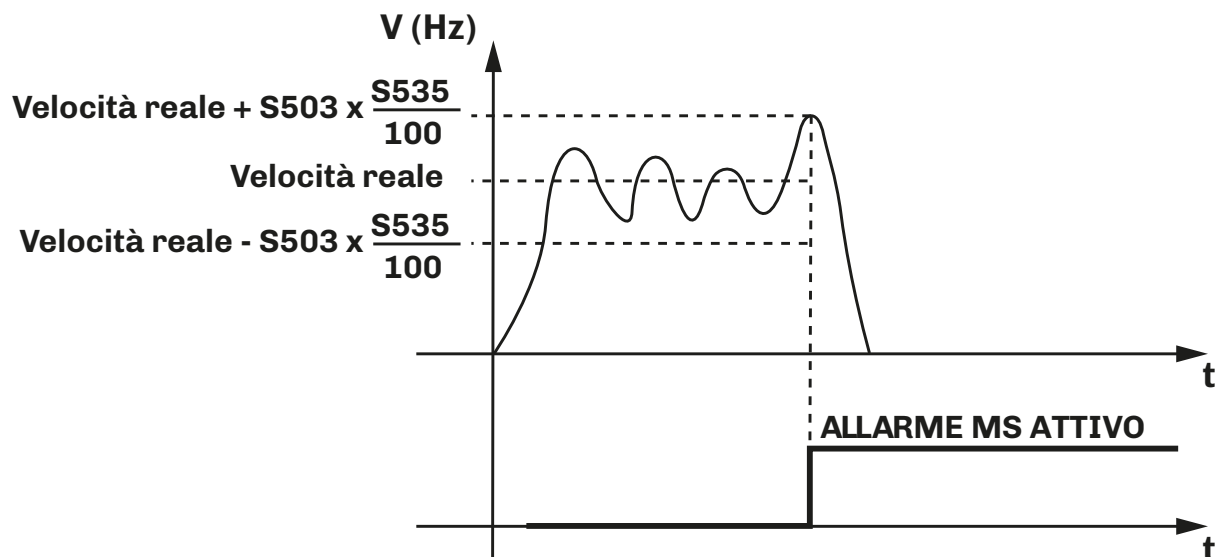

Fig. 20. Sensibilità allarme mancanza fase motore
**NOTA:** I dati di targa riportati nella Fig. 20 sono esclusivamente a scopo illustrativo. Nessuno dei dati riportati nella precedente figura deve essere utilizzato per effettuare la configurazione manuale dell'inverter. Utilizzare esclusivamente i dati di targa relativi al motore/compressore da pilotare.